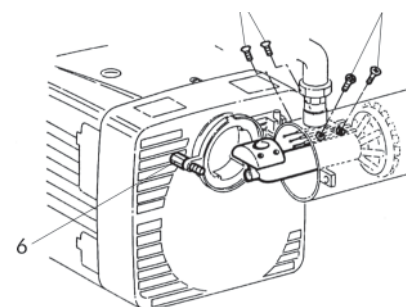

fig.6
- Per accedere al tubo di alimentazione ed agli elettrodi, togliere la vite cerniera 6 e le viti 7 (fig.6).